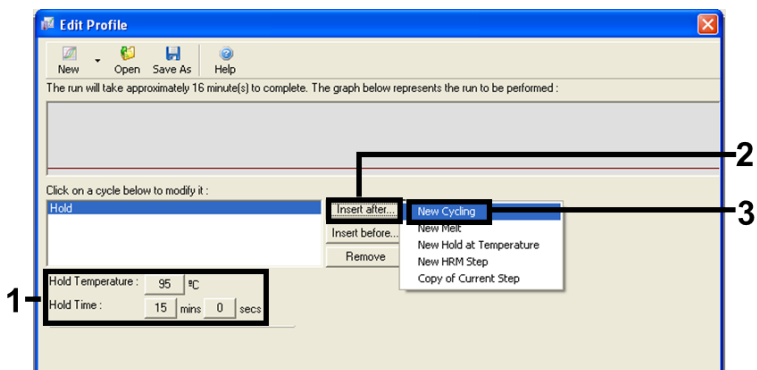

Figure 5. Étape d'incubation initiale à 95 °C.
7. Attribuer au champ Hold Temperature (Température du palier) une valeur de 95 °C et attribuer au champ Hold Time (Durée du palier) une valeur de 15 mins 0 secs (15 min et 0 s). Cliquer sur Insert After (Insérer après) puis sélectionner New Cycling (Nouveau cycle) (figure 5).